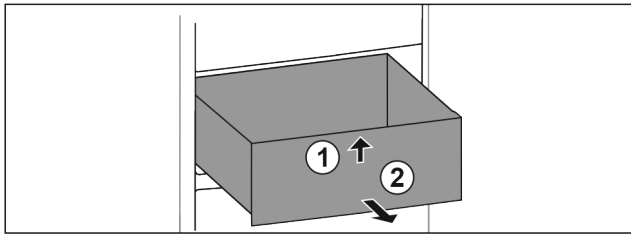

Fig. 97
- ▶ 抬起抽屉前部。 Fig. 97 (1)
- ▶ 朝前取出抽屉。 Fig. 97 (2)